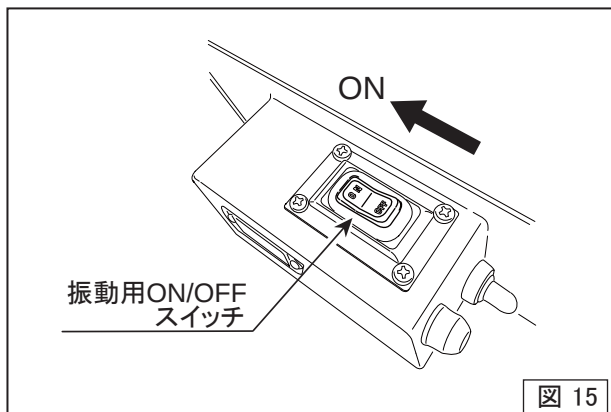

図 15
- 振動用ON/OFFスイッチをOFFからONに入れると振動します。(図15)